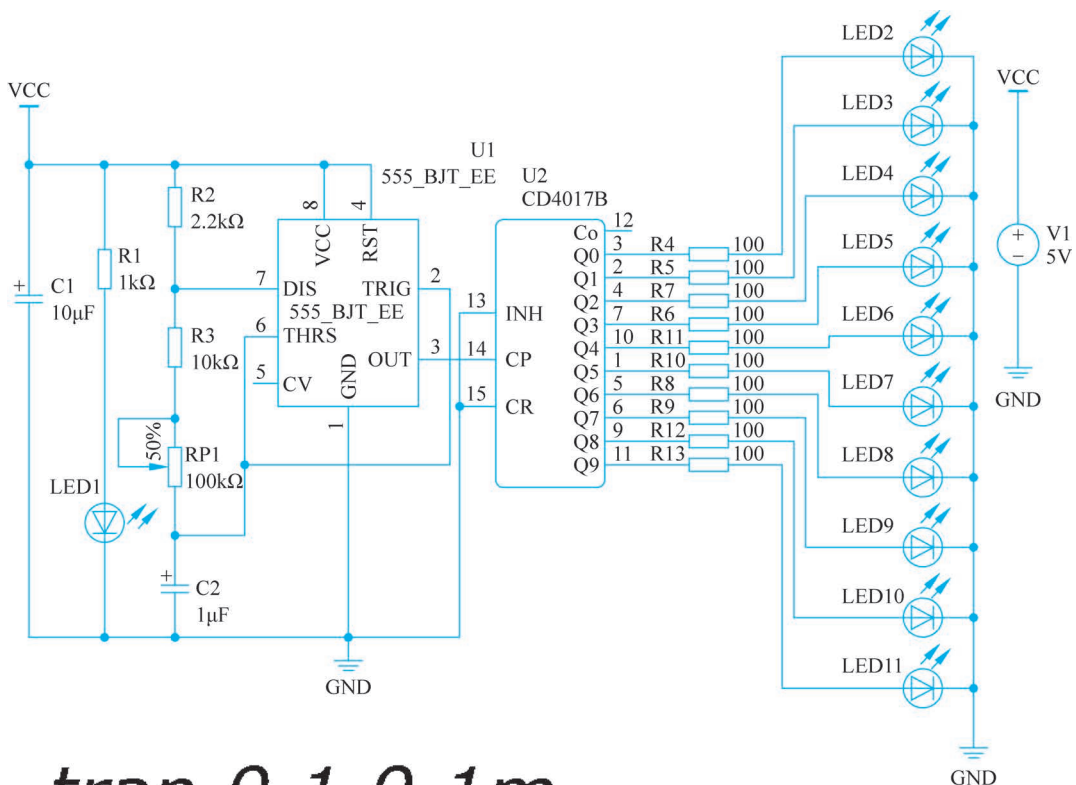

图 3-35 LED 走马灯电路仿真显示
(1) 运行 Spice 仿真后,系统运行并显示仿真结果,如图 3-35 所示,LED2~LED11 实现走马灯功能。
(2) 从图 3-35 所示的仿真波形可以看出,555 振荡器、CD4017 数字计数器及 LED 数码管显示功能正常,通过提交可变电位器 RP1 可以调节 LED 走马灯显示的速度。
(3) 保存原理图文件和工程,并退出该工程。